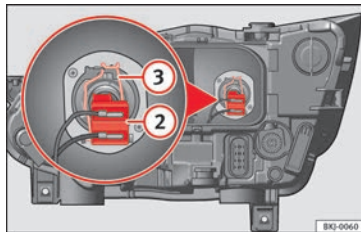

Fig. 111 Dans le compartiment moteur : ampoule des feux de croisement.
- Retirez le connecteur » **fig. 111 2** de l'ampoule.
- Débranchez le ressort entrobâilleur » **fig. 111 3** en le pressant vers l'intérieur et vers la droite.